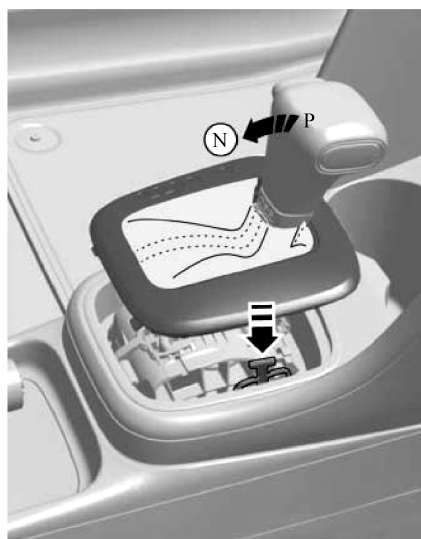

图 3-3-13 变速杆紧急解锁
4) 按压变速杆手柄上的解锁按钮，将变速杆从 P 位移动至 N 位，如图 3-3-13 所示。